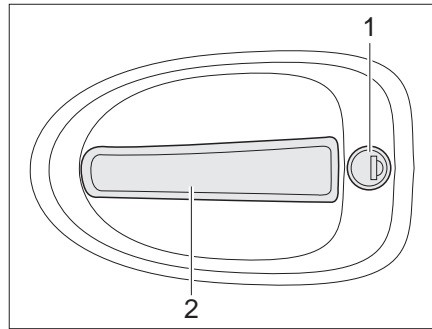

Fig. 44 Serrure de la porte chauffeur, à l'extérieur
- Insérer la clé dans le barillet (Fig. 44,1) et la tourner jusqu'à ce que la serrure de la porte soit déverrouillée.
- Tirer sur la poignée de la porte (Fig. 44,2). La porte est ouverte.
- Insérer la clé dans le barillet (Fig. 44,1) et la tourner jusqu'à ce que la serrure de la porte soit verrouillée.